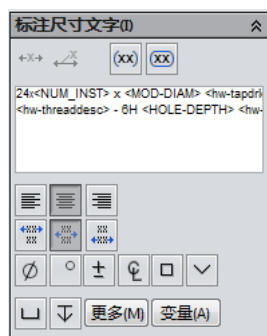

图 16-79 【标注尺寸文字】选项组
- 02 单击孔的边线，再在合适的位置单击以放置孔标注，系统弹出【尺寸】对话框，在【标注尺寸文字】选项组中修改文字，如图 16-79 所示，单击  【确定】按钮，完成添加孔标注，如图 16-80 所示。